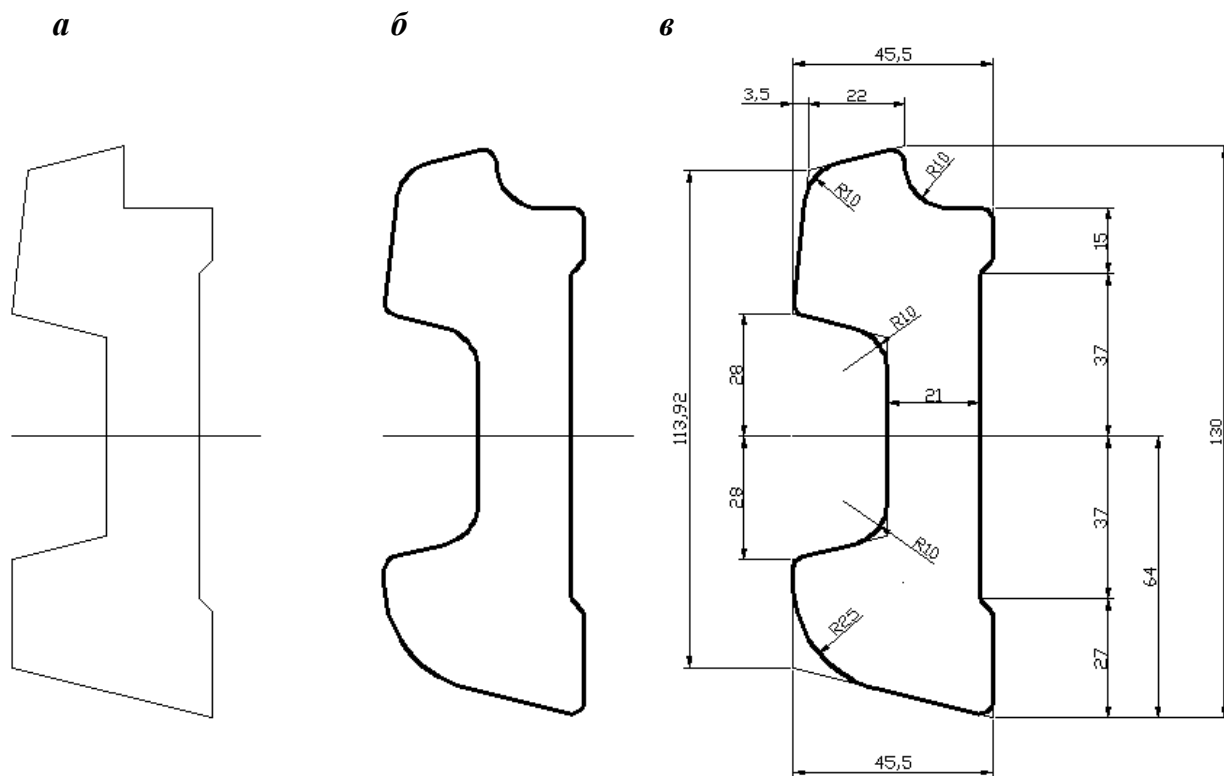

Рис. 7. Поперечний переріз накладки для рейки типу Р65
2. Накреслити основні лінії креслення в масштабі 1:1 (рис. 7, *а*). Виконати спряження необхідними радіусами (рис. 7, *б*). Нанести розмірні лінії (рис. 7, *в*).